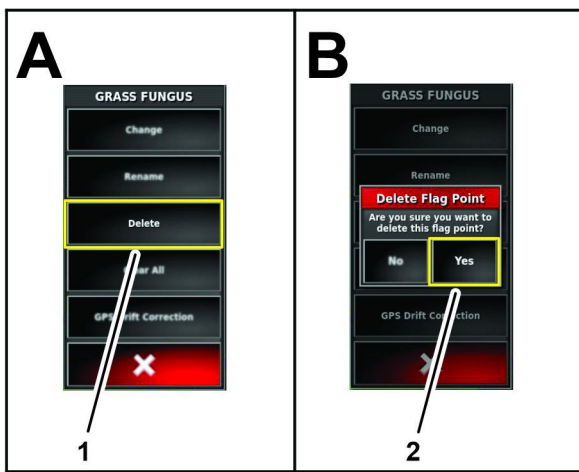

Bild 85
1. Tippen Sie im Menü Markierungspunkt bearbeiten auf das Symbol LÖSCHEN (Bild 85).
2. Tippen Sie im Dialogfenster Markierungspunkt löschen auf das JA-Symbol (Bild 85).